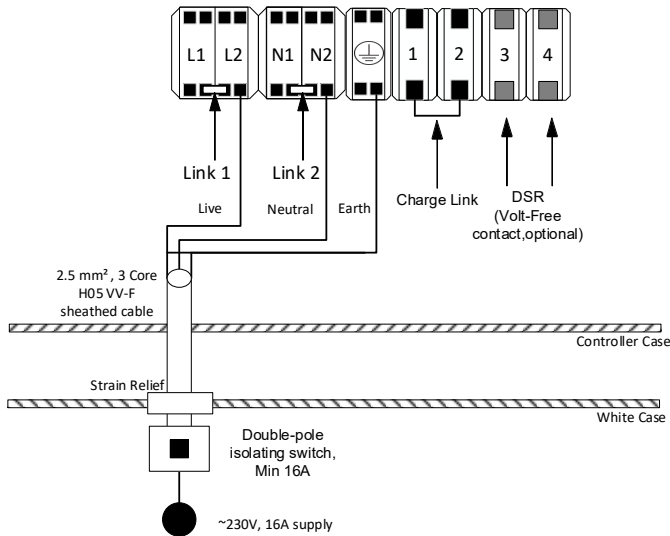

Figure 11 - Câblage de la batterie de chauffage Flextherm Eco G2 E sans dérivation de l'énergie solaire
- o Sans dérivation de l'énergie solaire, suivre la section 6.4.1, figure 11.